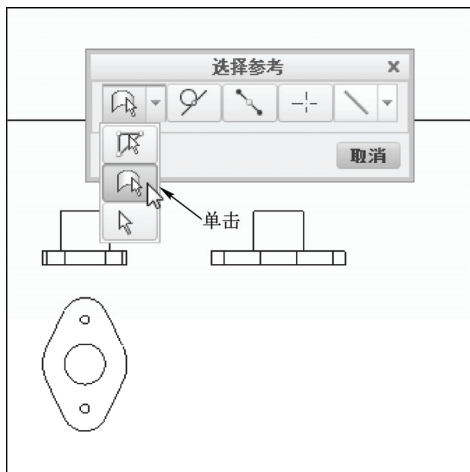

图 14-61 单击“选择曲面”按钮
STEP 03 弹出“选择参考”工具栏，单击“选择图元”图标右侧的下拉按钮，在弹出的列表框中单击“选择曲面”按钮，如图 14-61 所示。